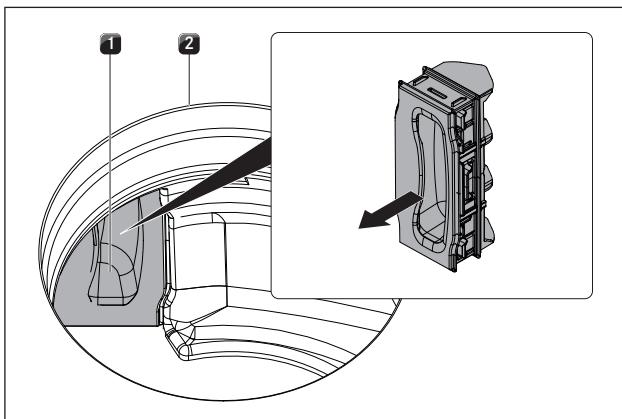

Fig. 8.4 Retirar a tampa de troca do filtro
- ▶ Puxar a tampa de troca do filtro do interior da abertura de entrada de ar da abertura da carcaça do filtro (Retirar a tampa de troca do filtro v. fig. 8.4).